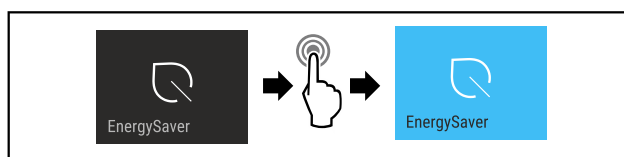

Fig. 15
- Изпълнете стъпките (виж Fig. 15).